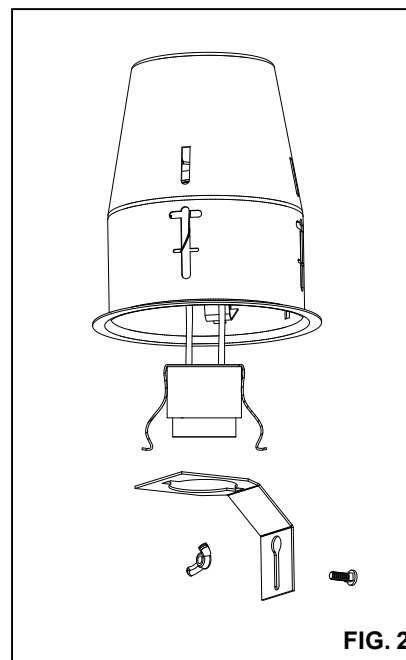

FIG. 2
1. Unscrew the WING NUT inside the CAN to detach the SOCKET BRACKET from the CAN. Disengage the SOCKET from the SOCKET BRACKET. (FIG. 2)
1. Remueva la TUERCA MARIPOSA ubicada dentro del ALOJAMIENTO DE LA LÁMPARA para soltar la ABRAZADERA DEL PORTALÁMPARAS. Desconecte el PORTALÁMPARAS de la ABRAZADERA DEL PORTALÁMPARAS. (FIG. 2)
1. Dévissez le CROU À OREILLES situé à l'intérieur du BOÎTIER pour détacher le SUPPORT DE LA DOUILLE. Dégagez la DOUILLE du SUPPORT. (FIG. 2)